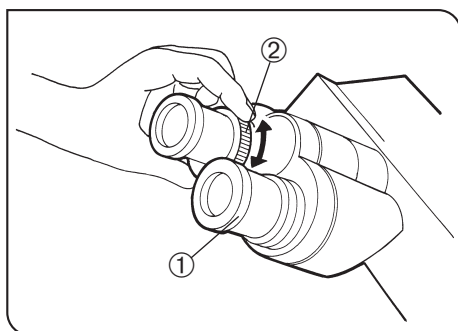

Рис. 39
6 Пользование окулярами с встроенным микрометром (Рис. 39)
1. Глядя в правый окуляр правым глазом, вращением верхней части окуляра ① добейтесь, чтобы микрометр в поле зрения был виден наиболее отчетливо (рис. 39).
3. Глядя в левый окуляр левым глазом, вращением кольца диоптрической коррекции ② наведите фокус на образец.